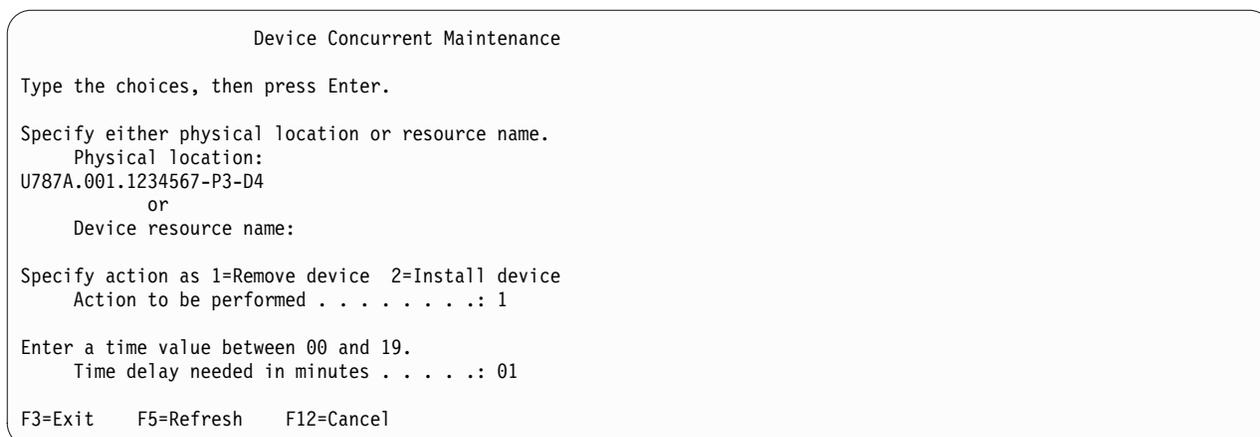

Figure 72. Exemple d'écran Device Concurrent Maintenance
10. Dans l'outil Hardware Service Manager, accédez à l'option **Select Device Concurrent Maintenance**. Appuyez sur Entrée. L'écran Device Concurrent Maintenance s'affiche (voir figure 72, à la page 75).